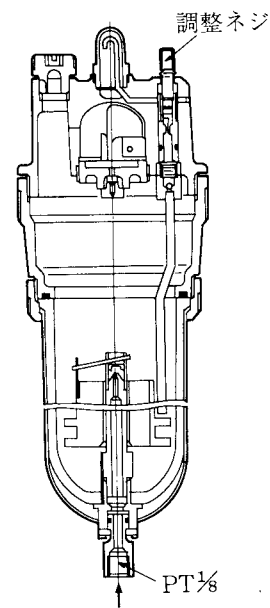

図1-15 オートフィードループ
- ② 調整時、バイトやワークに接触させないように十分注意する。また、ノズルがカッタヘッドを回したとき、バイトに接触したり、テーブルが前進端にきたときシリンダやホースジョイントに接触したりすることのないことを確認する。
- ③ 切削液を「ON」にし、切削液供給装置内のオートフィードループの滴下量が1ドロップ/secとなるように調整ねじで調整する（図1-15）。